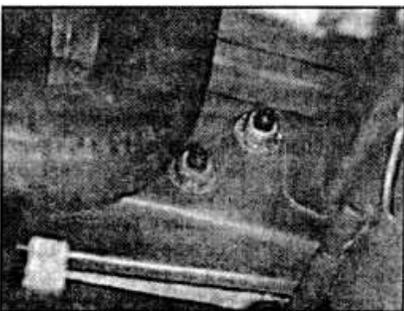

Рис. 11.3. Расположение передних гаек крепления бампера.
- Отвинтите 4 гайки (по 2 с каждой стороны) крепления бампера к передней части автомобиля (см. рис. 11.3).